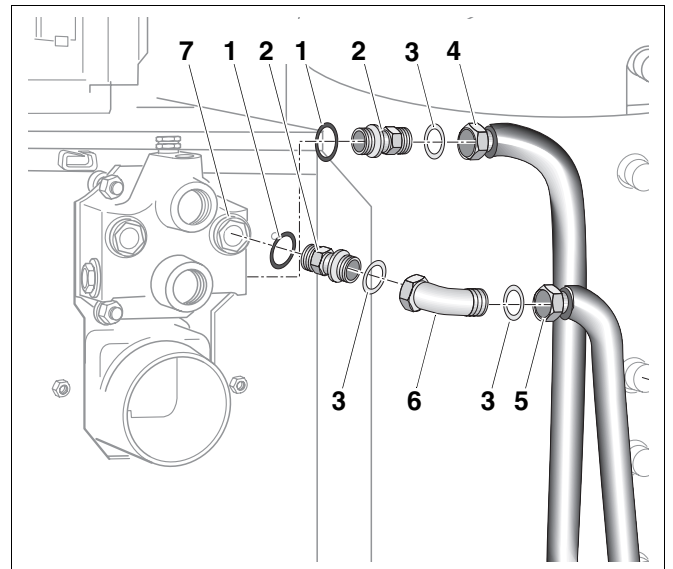

Abb. 5 Vor- und Rücklauf anschließen
- O-Ringe (Abb. 5, **Pos. 1**) auf Doppelnippel (Abb. 5, **Pos. 2**) setzen und diese in den Vor- und Rücklaufanschluss (VS und RS) am Anschlussformstück (Abb. 5, **Pos. 7**) des Heizkessels eindrehen.
- Dichtung (Abb. 5, **Pos. 3**, Seite 5) in die Verschraubung des Metallwellschlauches (Abb. 5, **Pos. 5**, Seite 5) einlegen und mit dem Winkel (Abb. 5, **Pos. 6**, Seite 5) verschrauben.
- Dichtung (Abb. 5, **Pos. 3**, Seite 5) in den Winkel (Abb. 5, **Pos. 6**, Seite 5) einlegen und mit dem Doppelnippel (Abb. 5, **Pos. 2**, Seite 5) verschrauben.
- Dichtung (Abb. 5, **Pos. 3**, Seite 5) in die Verschraubung des Metallwellschlauches (Abb. 5, **Pos. 4**, Seite 5) einlegen und mit dem Doppelnippel im Rücklaufanschluss (RS) am Heizkessel verschrauben.